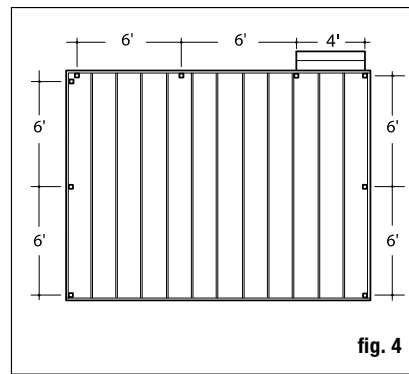

fig. 4
Paso 1 Determine la disposición y el número de postes de barandal necesarios para su terraza. El espacio entre postes es de 1.83 m (6 pies) o 2.44 m (8 pies) entre centros. Hay disponibles postes ya taladrados, tanto de línea como terminales. El cable está disponible en tramos de 1.52, 3.05, 4.57, 6.10, 7.62, 9.14, 12.19 y 15.24 metros (5, 10, 15, 20, 25, 30, 40 y 50 pies). Se pueden hacer muchas configuraciones. Un consejo es comenzar con el tramo más visible. Es el que querrá que interfiera menos con la vista, así que puede empezar con él y seguir hacia los lados. Aplicaciones con esquinas: Al colocar cable en una esquina, no doble el cable más de 45° en ningún momento. Al hacer un giro de 90°, se requiere un giro en 2 pasos usando una configuración de doble poste en la esquina, o termine el tramo de cable e inicie un nuevo tramo. Ejemplo: Una terraza de 3.66 x 4.88 m (12 x 16 pies) anexa a un edificio con una entrada de 1.22 m (4 pies) en un lado necesitará en total nueve postes (fig. 4).